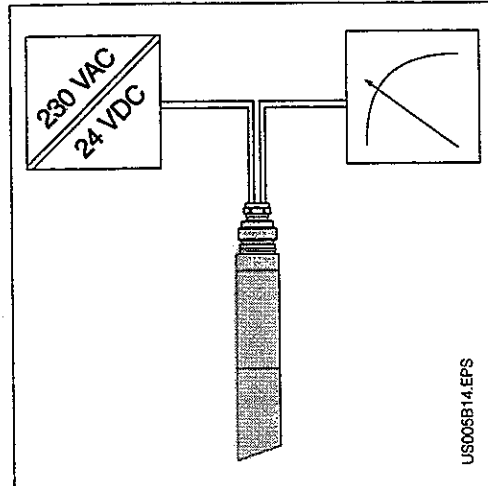
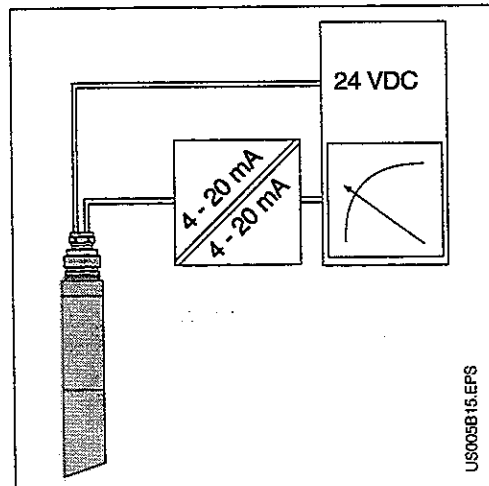

Fig. 4.1 Collegamento del sensore CUS 5 con separazione galvanica tramite alimentazione
Fig. 4.2 Collegamento del sensore CUS 5 con separazione galvanica tramite modulo di separazione
- Il sensore non è dotato di separazione galvanica interna tra la tensione di alimentazione e l'uscita del segnale. La separazione galvanica si ottiene sia con una tensione di alimentazione, (fig. 4.1) per la sonda, sia con un modulo di separazione all'ingresso del segnale (fig. 4.2). Se il carico connesso è dotato di potenziale libero, il modulo di separazione non è necessario.